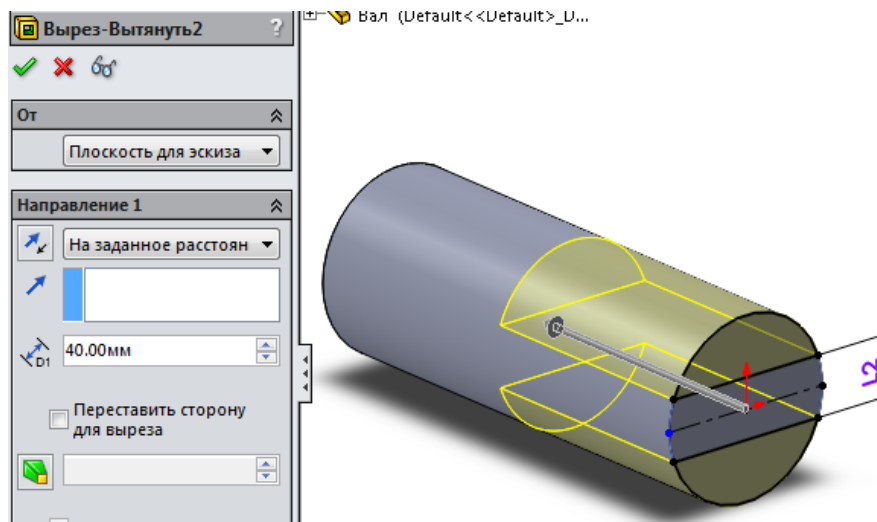

Рисунок 5.9 – Відсікання частини кола та витягування ескізу
11. Проставте розмір L2 відповідно до Вашого варіанту між горизонтальними лініями (рис. 5.9).
12. Використовуючи інструмент "Отсечь объекты", відсічіть частини кола, діючи так, як показано на рис. 5.9.